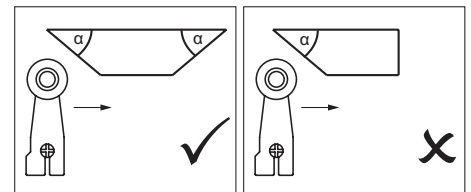

Bild 1: Nockenform
▶ Um ein Prellen des Betätigungselements zu verhindern muss der Nocken allmählich auslaufen (siehe Bild 1).